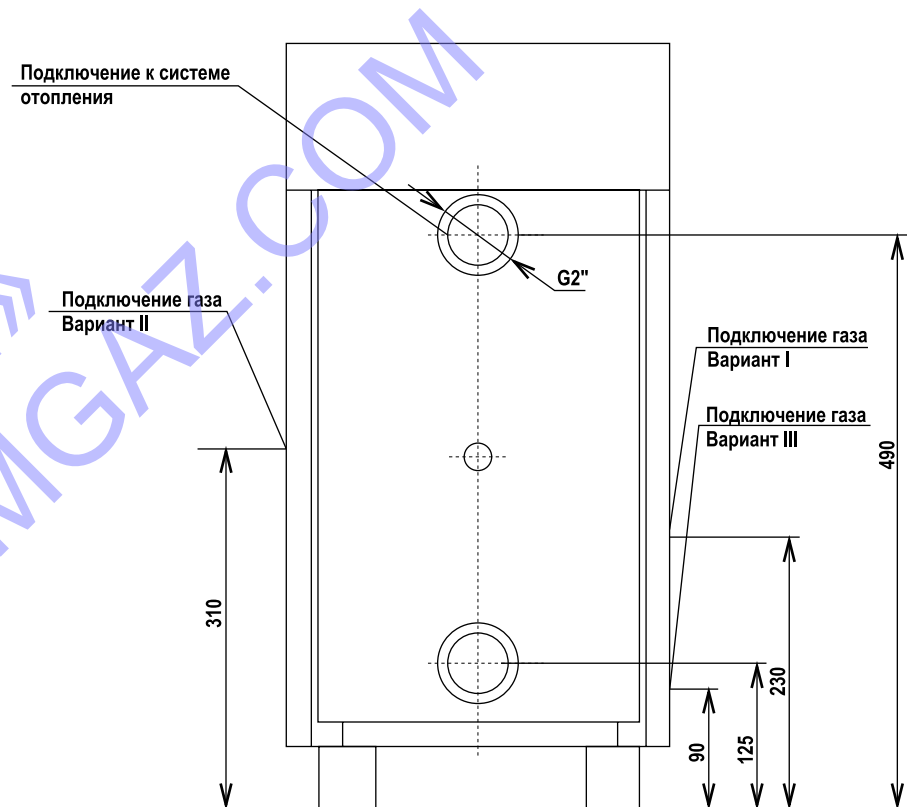

Рис. 7.2. Схема подключения котлов КС-Г10, КС-Г12,5
- 7.11. Схемы подключения к отопительной, газовой и системе горячего водоснабжения котлов «ЮНКЕР» (рис. 7.2).